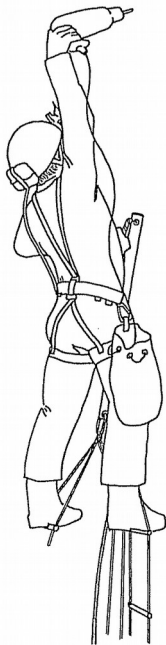

FIG. 2
5. Warn your companion to tension the safety rope and when you have unhooked from the bar you are suspended from, slipping the piece of rope of the bar off the ventral blocking, climb with one foot on the step of the big stirrup, supporting it and keeping it in equilibrium with one hand on the knot of the big stirrup (Fig.2). Now that it no longer bears your weight, the bar can be removed easily from its anchorage and repositioned on the Alien plate, just prepared, inserting in the middle carabiner into the top hole.
5. On demande au co-équipier de tendre la corde et après s'être hissé on pose un pied sur le barreau du gros étrier en restant en équilibre en se tenant d'une main au noeud du gros étrier (fig.2). Le tube est alors déchargé du poids de l'utilisateur et peut être tiré et mousquetonné dans le trou supérieur de la plaquette ALIEN à peine installée.
5. Se avisa al compañero que puede tensar la cuerda de seguridad y tras desengancharse de la barra en la que se está colgados, quitando el pedaso de cuerda de la barra del bloqueador de pecho, se sube con un pie sobre el peldaño del “estribo grande”, agarrándose y manteniendo el equilibrio con una mano en el nudo del “estribo grande” (Fig.2). La barra, descargada de esta manera de nuestro peso, puede fácilmente sacarse de la fijación y colocarse en la plaquita Alien apenas preparada, introduciendo el mosquetón mediano en el